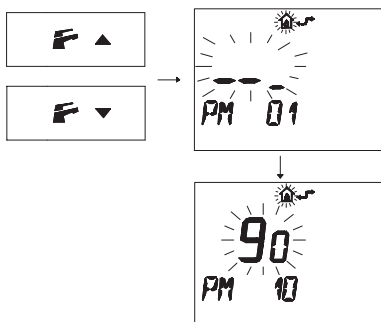

Figura 5.52
- Premere i pulsanti **F** o **F** per visualizzare la programmazione "**PM10**" selezione della frequenza di accensione (Figura 5.52).
Nella Figura 5.52 si visualizza un SET programmato di **90** corrispondente ad un tempo di riaccensione di 3 minuti circa. Il campo di regolazioni è da 0 a 8 minuti e mezzo.